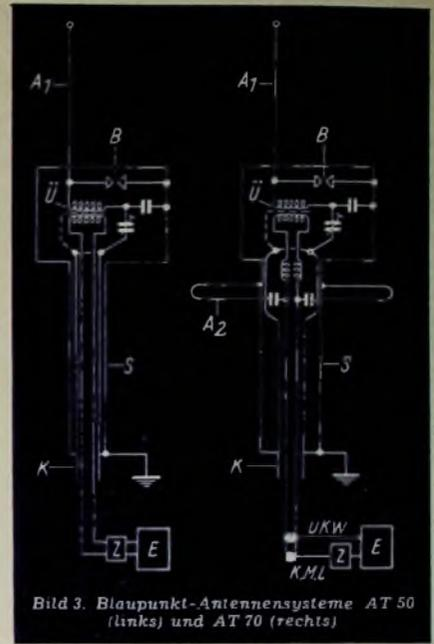

Bild 3. Blaupunkt-Antennensysteme AT 50 (links) und AT 70 (rechts)
Der schematische Aufbau der neuen Blaupunkt-Antennen geht aus Bild 3 hervor. Die Stabantenne (A₁) wird auf dem Hausdach unter Verwendung des Standrohres (S) so befestigt, daß sie sich außerhalb des Störnebel befindet. Vom Fußpunkt der Stabantenne führt ein abgeschirmtes, symmetrisches Kabel (K) zum Empfänger (E). Zur Anpassung der Antenne an das Kabel dient der Transformator (U). Er verwendet einen Kern aus Spezialmaterial, der vor kurzem neu entwickelt worden ist und eine verlustfreie Übertragung breiter Frequenzbänder gestattet. Die Wicklung wurde so aufgebracht, daß Verluste weitgehend vermieden werden. Innerhalb des Standrohres sind der mit einer Kompensationsschaltung versehene Transformator und die Blitzableitungselemente (B) dicht unterhalb des Isolators eingebaut. Auf diese Weise ergibt sich ein ausreichender Schutz gegen Witterungseinflüsse. Der Empfängerübertrager (Z) paßt die Antenne praktisch jedem beliebigen unsymmetrischen Geräteingang an.